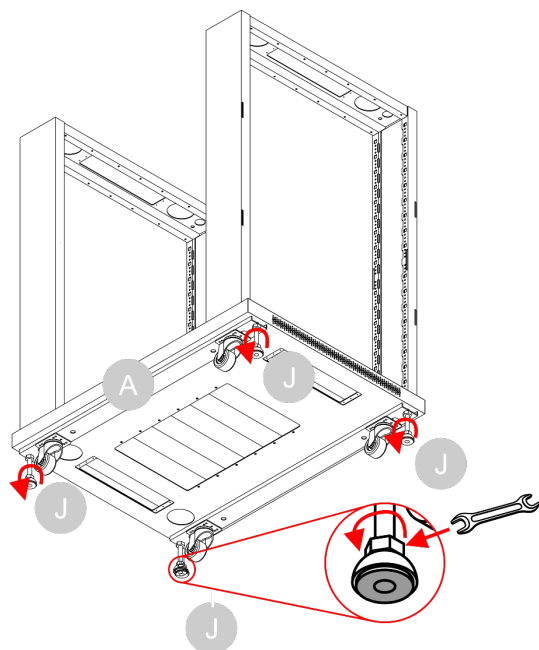

Fig. 25
- 08) Assicurarsi che i **piediregolabili (J)** siano più estesi delle **ruote (K)**. Se necessario, utilizzare una chiave per ruotare il dado inferiore dei **piedi regolabili (J)** in senso antiorario, come illustrato nella Fig. 25. In questo modo si evita che l'armadio rotoli sulle ruote quando lo si mette in posizione verticale.